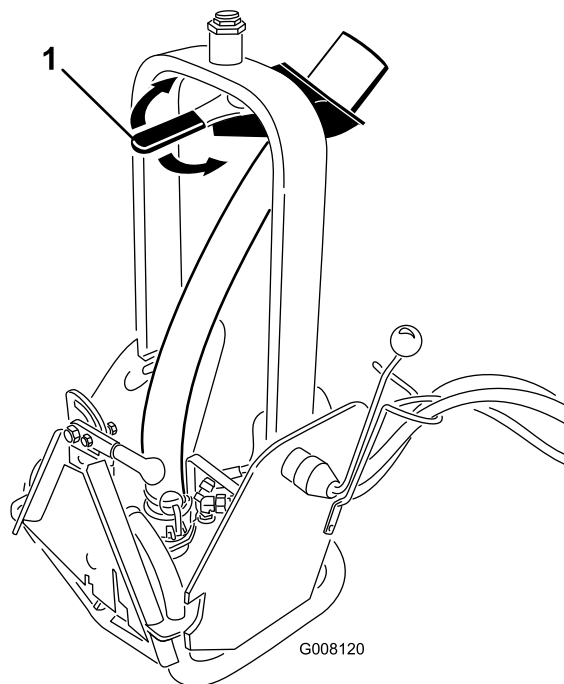

Figura 7
2. Per regolare la direzione del flusso, ruotate la maniglia dell'ugello (Figura 7) nella posizione opportuna.
Nota: È possibile aumentare o diminuire la resistenza dell'ugello della maniglia (Figura 7) regolando la coppia di serraggio sul dado grande in cima alla torretta girevole.